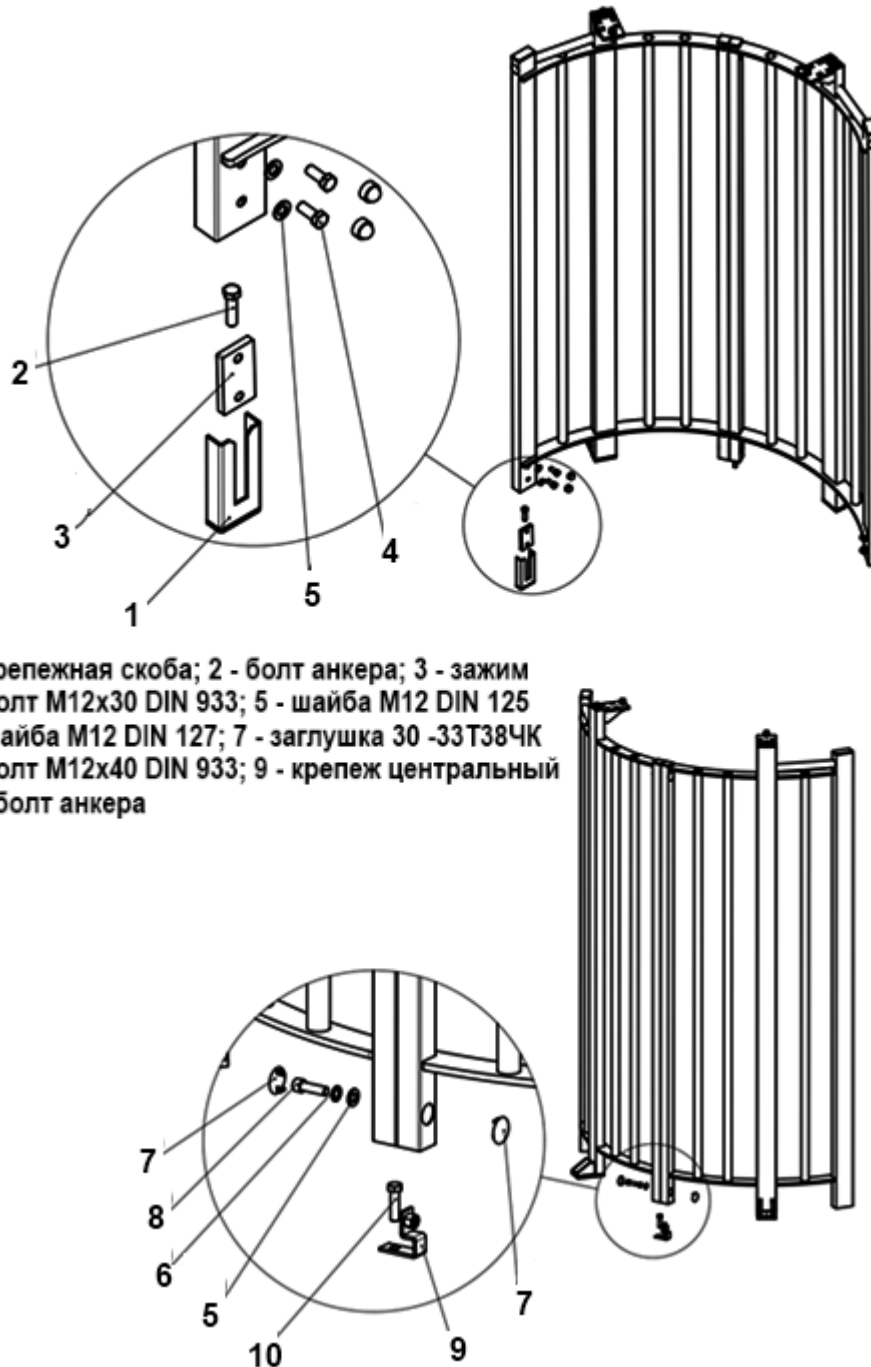

Рисунок 7 – Крепление неподвижной панели ограждения
4.2.6 Рисунок 7 – закрепить неподвижную панель ограждения турникета, используя крепежные скобы (1) 2 штуки и крепеж центральный (9), болты анкеров (2) и (10) М12, закрутив их в соответствующие анкера, используя ключ 19 мм.